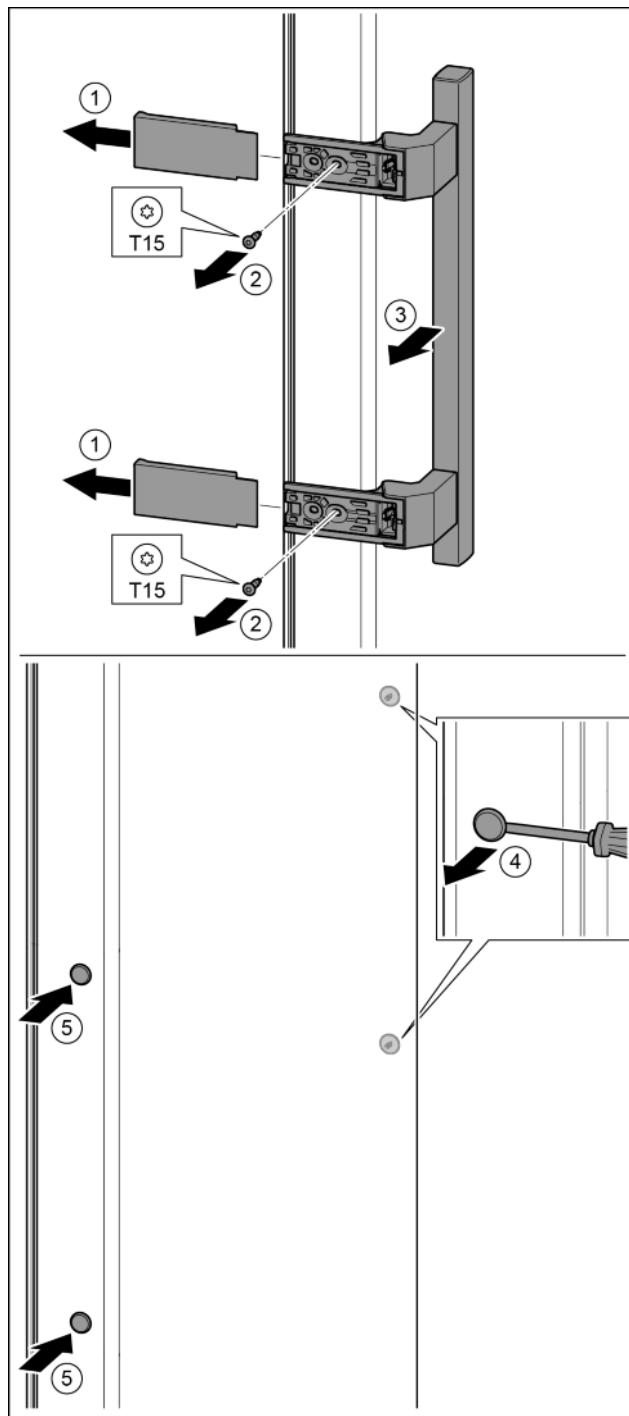

Fig. 30
- ▶ Снять крышку. Fig. 30 (1)
- ▶ Выкрутить винты отверткой T15. Fig. 30 (2)
- ▶ Снять ручку. Fig. 30 (3)
- ▶ Осторожно приподнять шлицевой отверткой боковые заглушки и вынуть их. Fig. 30 (4)
- ▶ Заглушки снова вставить с другой стороны. Fig. 30 (5)